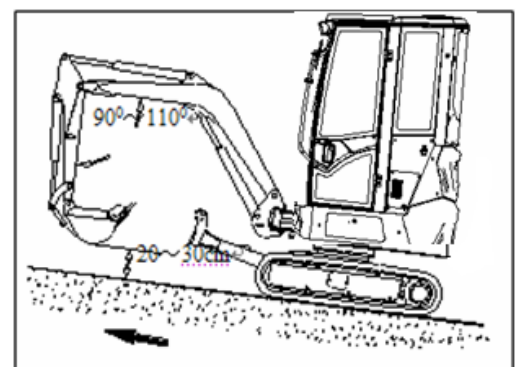

Abb. 3-16
- 7) Beim Bergauffahren an einer Steigung von 15° oder mehr Grad muss der Raupenbagger in der in Abb. 3-16 dargestellten Konfiguration fahren.